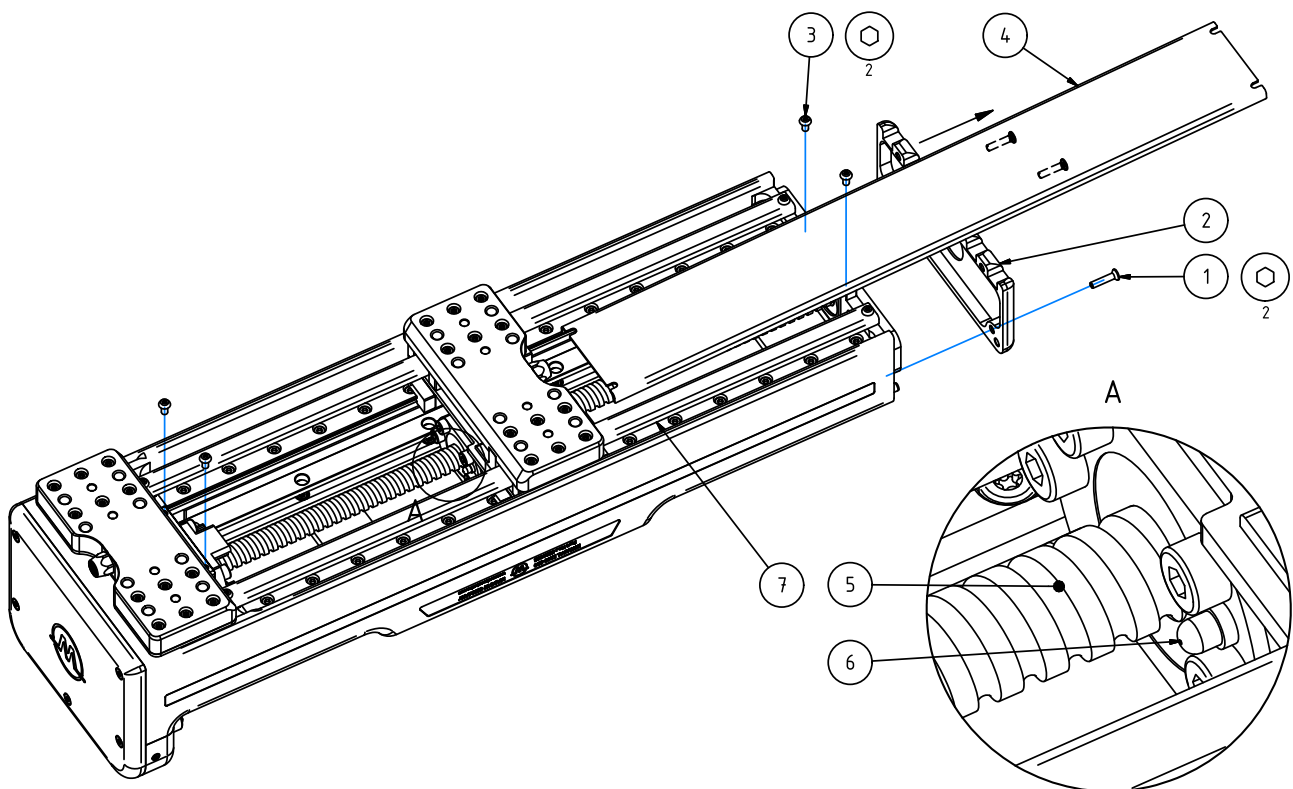

Abbildung 41: Entfernen der Abdeckung und Schmieren des Kugelgewindetriebes
3. Drehen Sie die drei Schrauben (1) heraus und entfernen Sie die seitliche Abdeckung (2) gemäß Abbildung 41. Verwenden Sie den Sechskantschraubendreher aus dem Beipack.
4. Drehen Sie die vier Schrauben (3) heraus und entfernen Sie die obere Abdeckung (4).
5. Bei Verschmutzung oder Verdacht auf Fremdkörper reinigen Sie den Kugelgewindetrieb (5) zunächst mit einem trockenen, fusselfreien Tuch.
6. Setzen Sie eine Fettpresse auf den Schmiernippel NZ 3 (6) auf und drücken Sie den Schmierstoff in die Schmiereinheit ein.
7. Bauen Sie die Abdeckungen (4) und (2) wieder ein und verfahren Sie den Greifer mindestens einmal über den gesamten Hub, um den Schmierstoff gleichmäßig zu verteilen.